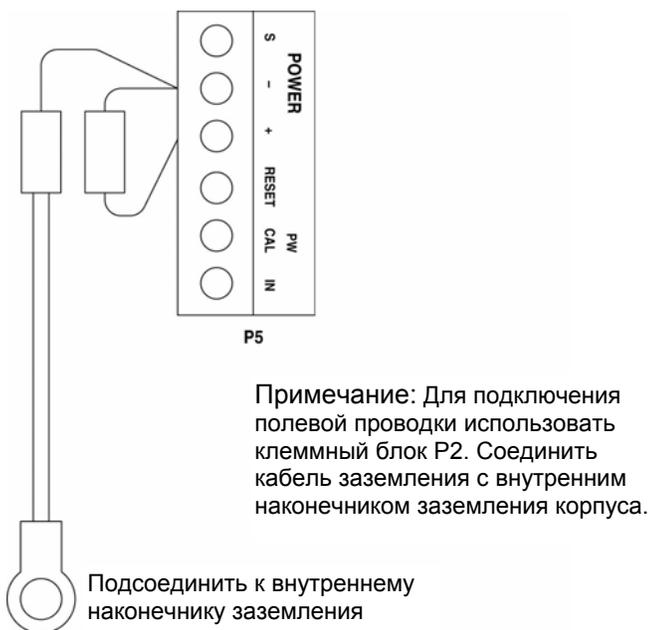

Рис. 12. Цепь подавления переходных процессов для оборудования категории 2. Соответствует требованиям директивы АТЕХ.
- Рисунок 12 — Подавление переходных процессов для оборудования категории 2 в соответствии с требованиями CE и директивой ATEX. Распространяется на модель U9500B2102/ B2104 с датчиками токсичных газов MOS H2S. Не требуется для оборудования категории 1.